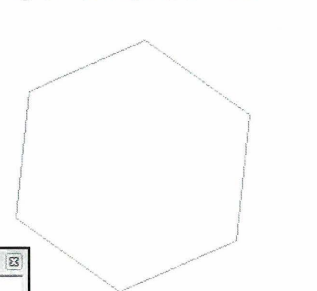

Fig. 04.45. Tegn en lukket enhed.
- Tegn bunden af objektet med *Polygonet*, husk at hvis du bruger et andet redskab, skal du ende ud med et lukket profil (Fig. 04.45).